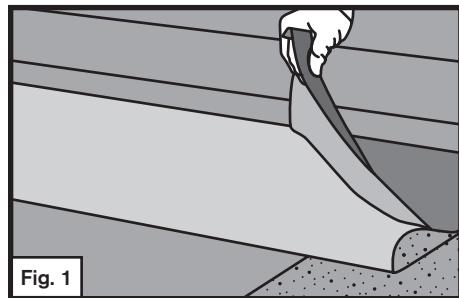

Fig. 1
**Paso 5.** Pliegue la lámina alineada a la mitad y deje ver la película antiadherente. Ver la Fig. 1